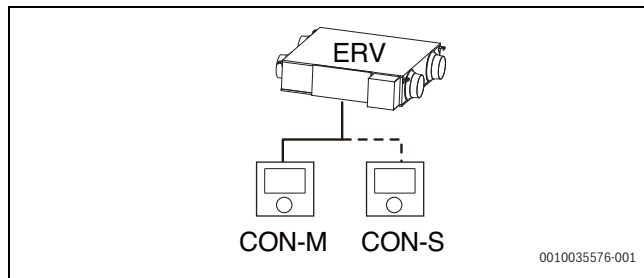

fig. 16 Njësi e pavarur ERV
- ERV e vetme e kontrolluar nga një ose dy rregullator (kryesor/dytësor) (→ fig. 16).